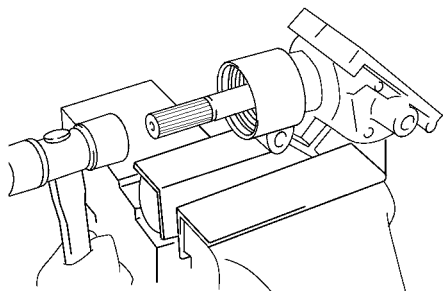

图 16-88 用塑料锤子敲出 2 号锥齿轮
(7) 拆下 2 号锥齿轮。使用塑料锤子敲出 2 号锥齿轮，拆下轴承和弹簧座，如图 16-88 所示。